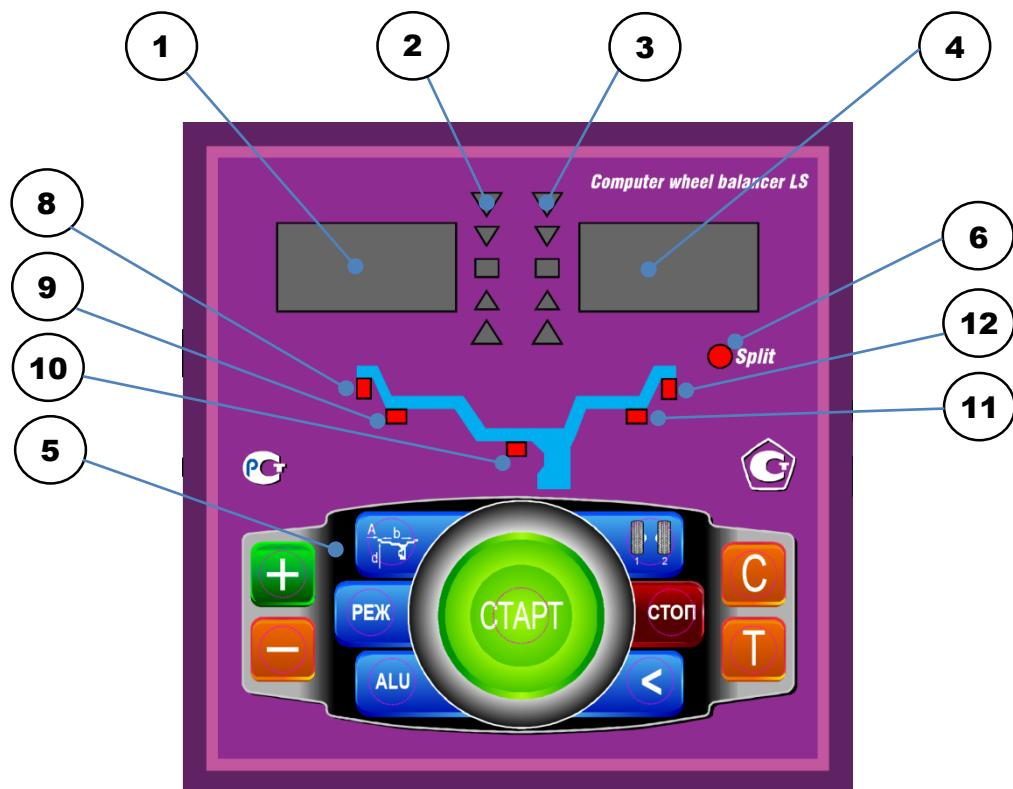

рис.8.1.
8.1. Общий вид лицевой панели показан на рис. 8.1.
При выдвижении штанги на индикаторах 1 (рис. 8.1) отображается значение параметра "A". Значение параметра "d" отображается на индикаторах 4.
Для ввода ширины нажмите кнопку "+" или "-" на индикаторах 1(рис.8.1) высветится "-b-", а на индикаторах 4 значение ширины диска. Через 2-3 сек после установки ширины индикаторы в режим отображения текущего дисбаланса.
Дважды нажать кнопку "A, d, b", после чего на индикаторах 1 (рис.8.1) загорается символ "A", а на индикаторах 4 исходная величина дистанции. Нажимая кнопки "-" и "+" установить на индикаторах 4 требуемую величину дистанции. Через 2-3 сек после установки дистанции показания на индикаторах 1 и 4 возвращаются к отображению текущего дисбаланса, а кнопки "-" и "+" возвращаются в режим ввода ширины обода.
11.1. Переключение схем ALU1-ALU5 осуществляется последовательным нажатием кнопки "ALU" при этом схема установки грузов отображается загоранием соответствующих светодиодов 8-12 (рис.8.1), кроме того, на индикаторах 1 отображаются символы ALU, а на индикаторах 4 номер 1-5. Через 2-3 сек. после установки требуемой программы ALU индикаторы 1-4 переходят в режим отображения дисбаланса.
12.3. Для входа в программу Split удерживайте кнопку РЕЖ, до того как загорится светодиод 6 (рис.8.1) и на индикаторах 1 загораются символы "SPn", означающие, что необходимо ввести число спиц обода колеса, подлежащего балансировке. При этом на индикаторах 4 загорается цифра 5. Если число спиц колеса отличается от 5, кнопками "-" и "+" установить на индикаторах 4 фактическое число спиц колеса.
12.4. Запустите СБ. После остановки вала установите любую спицу обода колеса вертикально вверх (на 12 часов) и нажмите кнопку С. После чего, на индикаторе 1 и линейке 2 (рис.8.1) будут указаны величина и место установки корректирующего груза на внутренней плоскости.
осуществляется нажатием "A,d,b" на индикаторах 4 (рис.8.1) будут последовательно отображены, установленные в данный момент диаметр, ширина обода и дистанция.
14.1. При включении тумблера питания СБ на индикаторах 1 (рис. 8.1) высвечивается трёхзначное число -номер версии программного обеспечения. Через 2-3 сек на индикаторах 1 и 4 должны загореться нули, кроме того должны загореться светодиоды 8 и 12, что свидетельствует о включении режима стандартной балансировки с установкой на обеих плоскостях коррекции грузиков на пружинках. На линейках 2 и 3 (рис. 8.1) должны загореться центральные светодиоды.
14.2. При включении СБ программа измерения дисбаланса настраивается таким образом, что дисбаланс менее 8 г ( заводская установка для легкового режима) на любой плоскости коррекции не показывается, в этом случае на индикаторах 1 и 4 (рис. 8.1) высвечиваются "0". Минимальный дисбаланс отображающийся на индикаторах 1 и 4 равен 8г. Дисбаланс, превышающий 8г, округляется до величины кратной 5, т. е. дисбаланс 9, 10, 11 и 12 г отображается цифрой 10, дисбаланс 13, 14, 15, 16 и 17 г - цифрой 15 и т. д. Для просмотра неокруглённого значения дисбаланса или дисбаланса менее 8г. необходимо нажать кнопку "<", при этом на индикаторах 1 и 4 на 2-3 сек высвечиваются фактические значения дисбаланса, определённые в данном запуске.